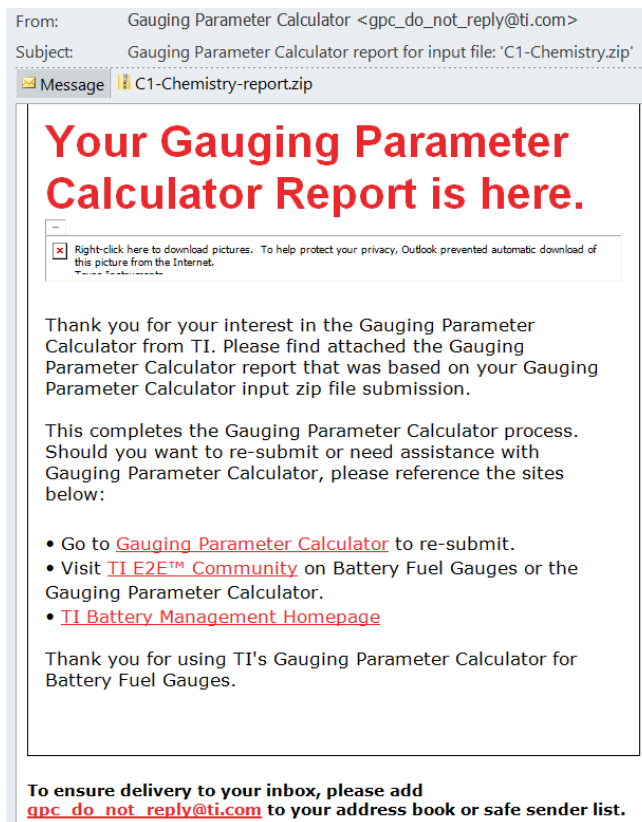

Figure 12. GPC CHEM ID 匹配报告邮件示例
(5) 把 config.txt 和 roomtemp_rel_dis_rel.csv 两个文件压缩为 zip 格式，登录 <http://www.ti.com/tool/GPCCHEM> 网站，点击 Upload zip file 按钮上传数据。上传需要先登录 myTI 账号(<http://www.ti.com.cn/myti>)。过几分钟服务器会自动把 ID 匹配结果发到你登录 myTI 的邮箱，如图 12 所示。为了避免邮件被分派到垃圾信箱，请把发件人 gpc_do_not_reply@ti.com 加入你通讯录或受信发件人。如果数据格式不满足要求或有错误，系统也会在该邮件里指出。